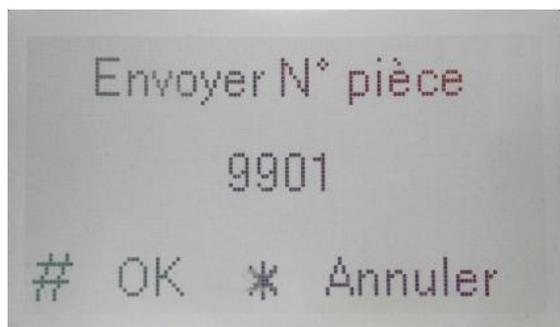

Figure 4-12
- e) Saisissez le numéro de pièce correspondante. Cliquez sur "#" pour confirmer. Voir Figure 4-12.